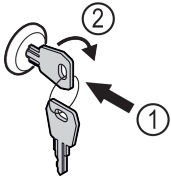

Fig. 45
- ▶ Sleutel erin duwen Fig. 45 (1).
- ▶ Sleutel 90° rechtsom draaien Fig. 45 (2).